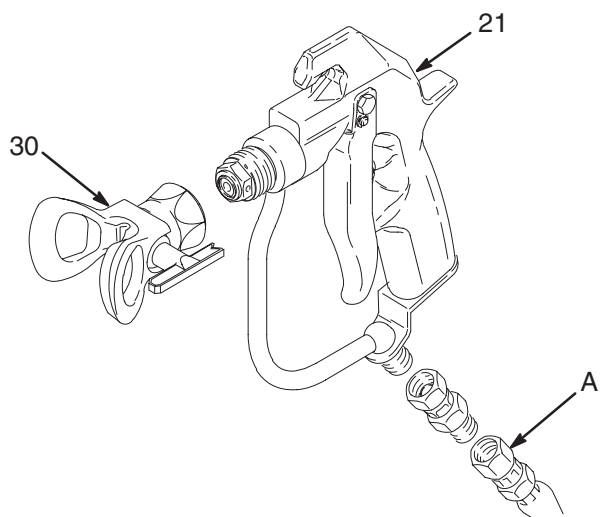

Fig. 6 04731
2. Væskeslangen (A) frakobles. Afmonter dyseholderen (30). Fjederskruen (21) skrues ca. 7 mm ud for at udløse fjeder-tilspændingen. Se Fig. 6.